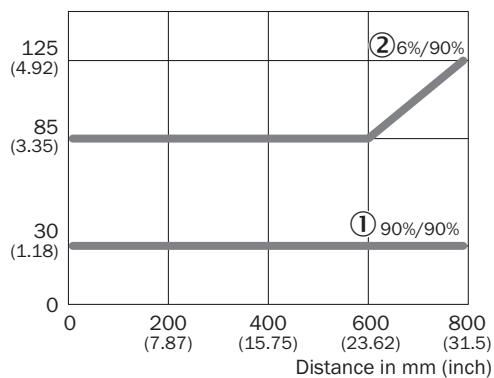

Figura 39: Distancia mínima entre el objeto y el fondo
5. Observar la distancia de comutación y la distancia respecto al objeto o al fondo, así como la capacidad de remisión del objeto. véase figura 39, página 110